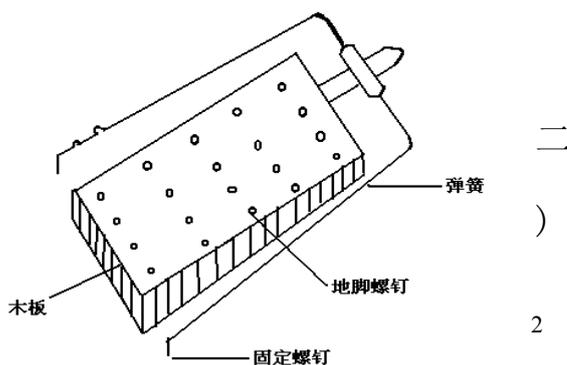

图2 弹簧式震源
2、弹簧激振法：（见图2）它是由木板，弹簧、穿心锤等组成。试验前用地脚螺钉将木板固定地面，弹簧一端用地锚固定，试验时将穿心锤拉到一定距离后、突然放开，利用弹簧的弹力冲击木板，使板与地面产生剪切力，从而使地层产生剪切波。这种震源装置使用起来比较麻烦，但稳定性，重复性都较好，激震能量也较大，一般能测较深钻孔的波速。